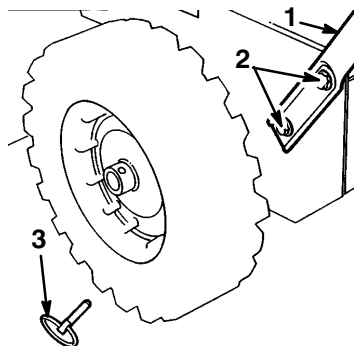

Figure 2
2. Retirez les goupilles d'essieu des deux roues et faites glisser les roues d'environ 2,5 cm (1") vers l'extérieur afin de laisser le passage pour le montage des mancherons (Fig. 2).
5. Placez le mancheron de gauche face aux trous de montage dans le panneau latéral gauche de la machine, et fixez-le à l'aide de deux boulons à tête hexagonale et de rondelles bombées. Serrez à la main (Fig. 2).